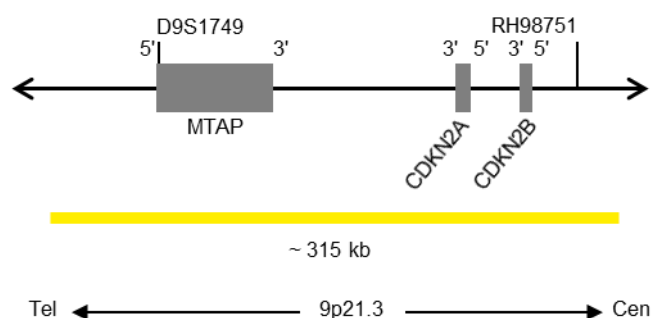

Fig. 1 : Carte de la sonde SPEC CDKN2A (pas à l'échelle)
- Polynucléotides marqués au ZyGold (excitation 532 nm et émission 553 nm) (~5,5 ng/ μ l), qui ciblent des séquences cartographiées dans 9p21.3* (chr9:21,742,629-22,056,853) abritant la région du gène CDKN2A (voir figure 1).